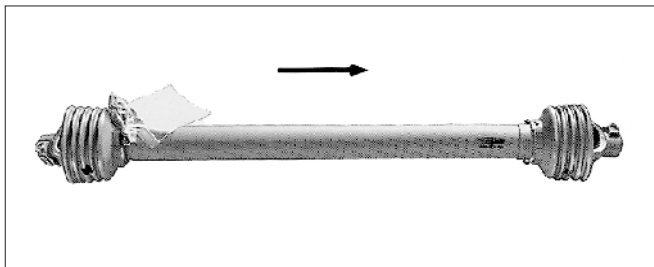

Fig. 4.13
2. Kraftöverföringsaxel W 2300-SD15-1010 (bild 4.13),